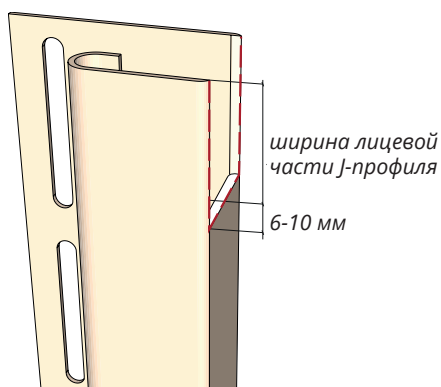
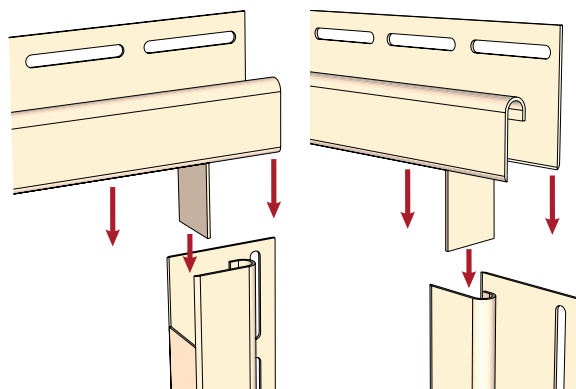

Рисунок 48
Рисунок 49
14.5 J-профиль 7/8, монтируемый в нижней части соединения, необходимо подрезать согласно рис. 48. Смонтируйте J-профили согласно рис. 49, соблюдая общие правила монтажа.